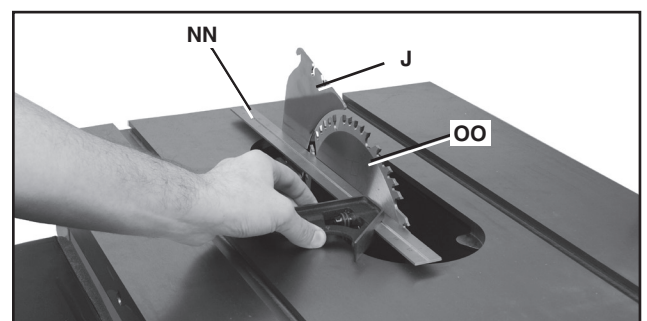
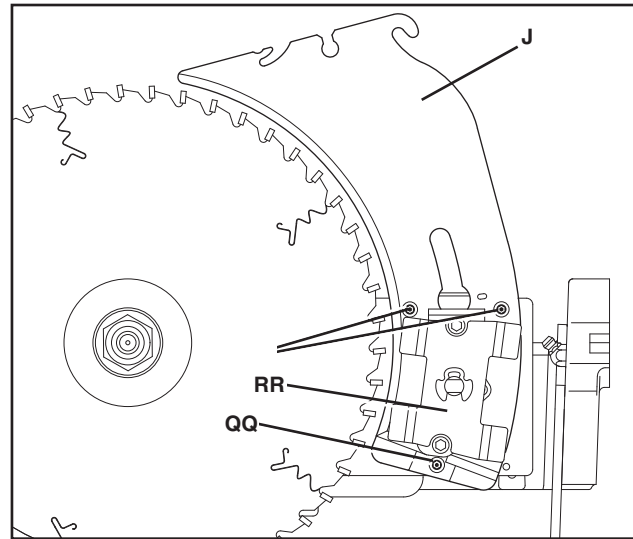

FIG. 32
FIG. 33
Usando un borde recto (NN), asegúrese de que la hoja (OO) esté alineada con el hendedor (J) como se muestra en la Fig. 32. (PARA LOGRAR UNA ALINEACIÓN ADECUADA, ASEGÚRESE DE QUE EL BORDE RECTO ESTÉ ENTRE LA RANURA DE CORTE SOBRE EL CUERPO DE LA HOJA Y EL HENDEDOR).
3. Levante el hendedor (J), Fig. 33, a la posición de corte pasante o a la posición más alta (Fig. 27).
4. Coloque los tres tornillos de sujeción pequeños (PP) y (QQ) en forma adyacente a la placa de seguridad del hendedor (RR). Estos tornillos se utilizarán para ajustar la posición del hendedor.
5. Coloque un borde recto sobre la mesa contra el cuerpo de la hoja y asegúrese de que se extienda a lo largo del hendedor, como se muestra en la Fig. 32. El hendedor debe tocar apenas el borde recto. De ser necesario, afloje los dos tornillos de casquete con cabeza hueca (SS), figura 35.
6. Ajuste los tornillos de sujeción (PP) y (QQ), Fig. 33, para alinear el hendedor con la hoja, de acuerdo con la posición observada en el PASO 5. Coloque el borde recto del lado opuesto de la hoja y, de ser necesario, repita estos ajustes.